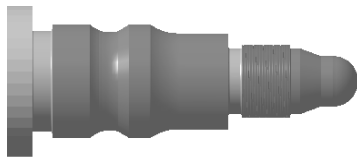

图 6-85 实体切削仿真 (5)
- 单击对话框中的 View from last result 按钮, 然后单击 Forward replay 按钮, 显示实体切削仿真(5)如图 6-85 所示。